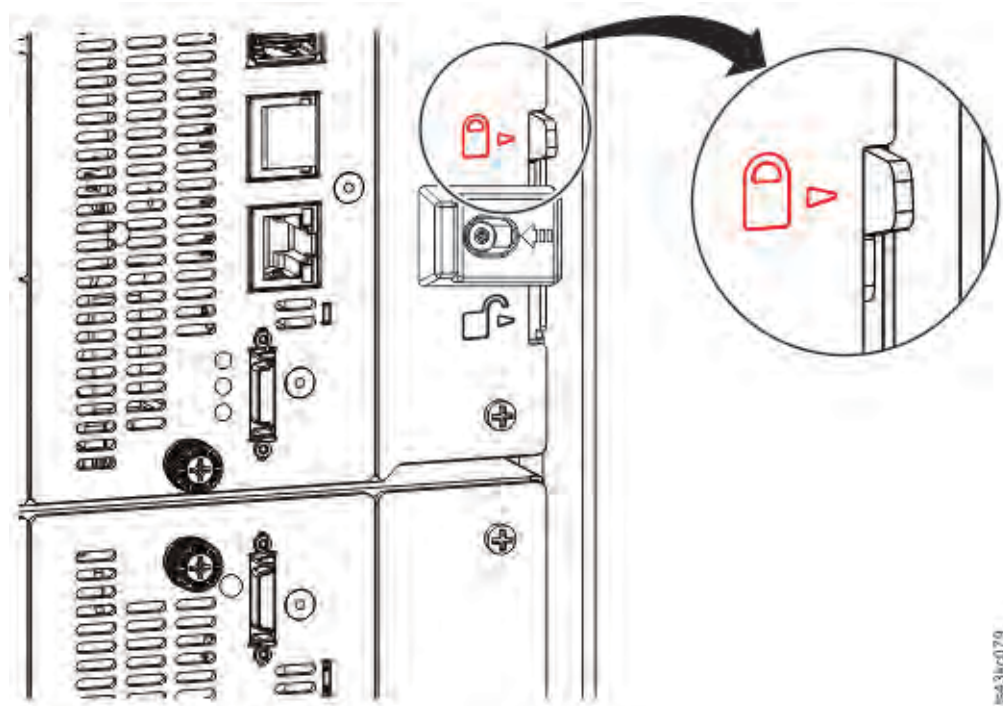

Figure 45. Levier d'alignement verrouillé ou engagé sur le module inférieur
2. A l'arrière de la bandothèque, en commençant par la paire inférieure de modules, alignez chaque module avec le module situé au-dessous. Répétez la procédure pour chaque paire de modules. Voir Figure 45, à la page 67.